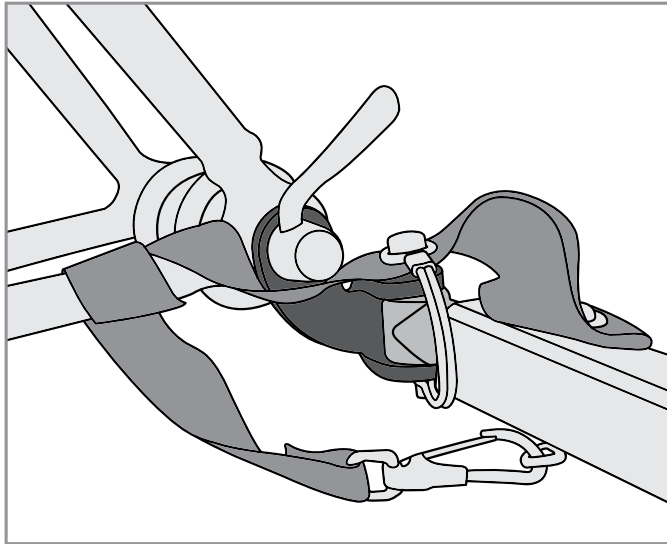

Figure 19
2. **Hooking the tow bar to the hitch:** Insert flex connector in between the two holes on the hitch. Insert retaining pin and close retainer. Wrap safety strap around the frame of the bike (twice if possible) and latch to the D-ring on the tow bar (Figure 19).
2. **Accrochage de la barre de remorquage à l'attelage :** Insérez le raccord souple entre les deux trous sur l'attelage. Insérez la goupille de sécurité et fermez le dispositif de retenue. Enroulez la sangle de sécurité autour du cadre du vélo deux fois et accrochez-la à l'anneau d'arrimage sur la barre de remorquage (Figure 19).
2. **Ankoppeln der Zugstange an der Anhängerkupplung:** Stecken Sie das flexible Verbindungsstück zwischen die beiden Löcher der Anhängerkupplung. Stecken Sie den Sicherheitsstift hinein und schließen Sie die Arretierung. Wickeln Sie den Sicherheitsriemen zweimal um den Fahrradrahmen und befestigen Sie ihn an der Öse an der Zugstange (Abbildung 19).